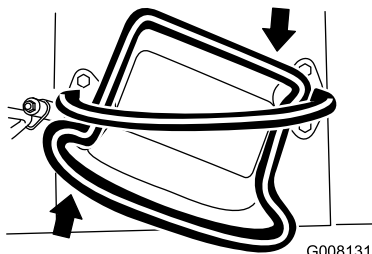

Figura 10
- Pentru a vira la dreapta, rotii maneta de traciune în sensul acelor de ceasornic (Figura 10).